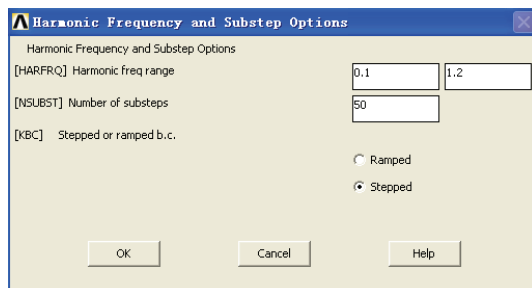

图 4-47 频率与子步长设置对话框
11) 选择 Main Menu | Solution | Load Step Opts | Time/Frequency | Freq and Substps 命令, 出现 Harmonic Frequency and Substep Options 对话框, 参照图 4-47 所示对其进行设置, 单击 OK 按钮关闭该对话框。